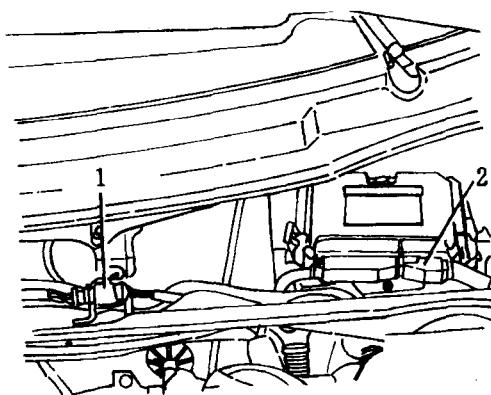

图 1-2
⑤拔下燃油分配器上的供油和回油软管。从多点喷射控制单元上拔下接线插座（图 1-2 中 2）。
⑥拔下插塞接头 1 并拔下发动机线束（图 1-2）。拔下/切断变速器、发电机和起动机上所有电线。